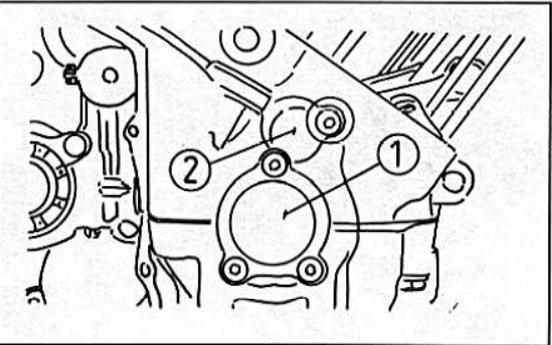

Bild 264
- Den Geber einbauen. Anzugsmoment 10 Nm (Bild 264).